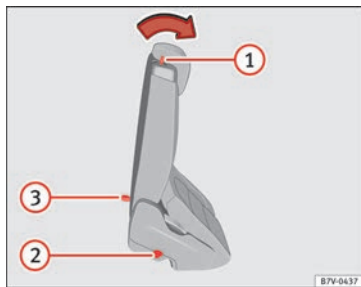

Fig. 158 Segunda fila de asientos: mandos de la ayuda de acceso.
• Si los hubiera, retire los objetos situados en la zona reposapiés de la segunda fila de asientos »» ❶.
• Empuje la palanca »» fig. 158 ❶ hacia delante y abata el respaldo del asiento trasero. Este asiento se abate por completo hacia delante »» ⚠ y todavía se puede desplazar más longitudinalmente hacia delante.
• El asiento trasero debe quedar bien encastado para poder garantizar el efecto protector de los cinturones de seguridad en las plazas del asiento trasero. La marca roja »» fig. 158 ❷ no deberá verse »» ⚠ en Plegar los asientos traseros como superficie de carga de la pág. 165.
Si la palanca »» fig. 158 ❶ no funciona, por ejemplo, después de un accidente, desde la tercera fila se pueden plegar hacia delante los asientos de la segunda fila para facilitar la salida desde la tercera fila »» ⚠.
• Tire del asa »» fig. 158 ③ hacia atrás y abata el respaldo del asiento trasero. La banqueta completa se pliega hacia delante »» △.
- Una marca roja en el lado del asiento »» fig. 158 ② advierte que el respaldo no es-